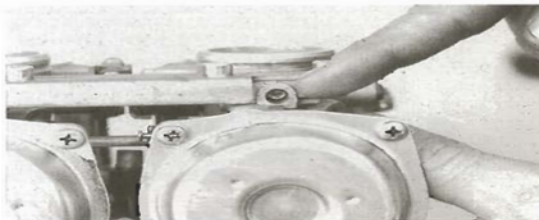

Bild 67
- Grundeinstellung der Leerlaufgemisch-Einstellschraube (Bild 67): Schraube bis zum lockeren Aufsitzen eindrehen (nicht gegen Sitz anziehen! Schraube wird beschädigt!) und drei Umdrehungen herausdrehen.